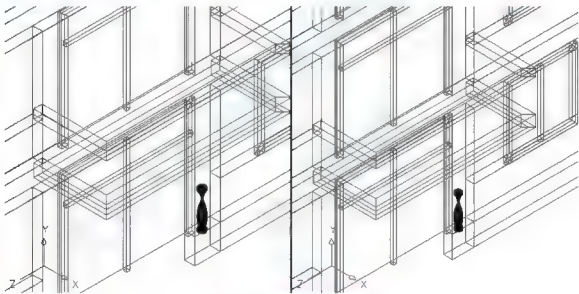

图 6.50 垂直平铺两个视口
(1) 执行菜单栏中的【视图】|【视口】|【两个视口】命令，在输入配置选项[水平(H)/垂直(V)]垂直：提示下，按 Enter 键执行尖括号内的默认值“垂直”，表示将要垂直平铺两个视口，结果如图 6.50 所示。